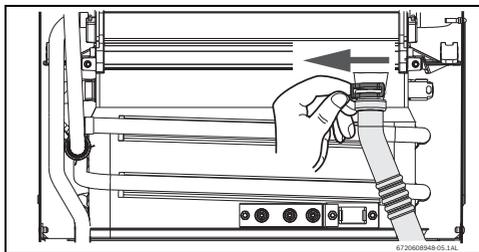

Fig. 55
- ▶ Enlever le clip et soulever l'extrémité du tuyau (Fig. 55).